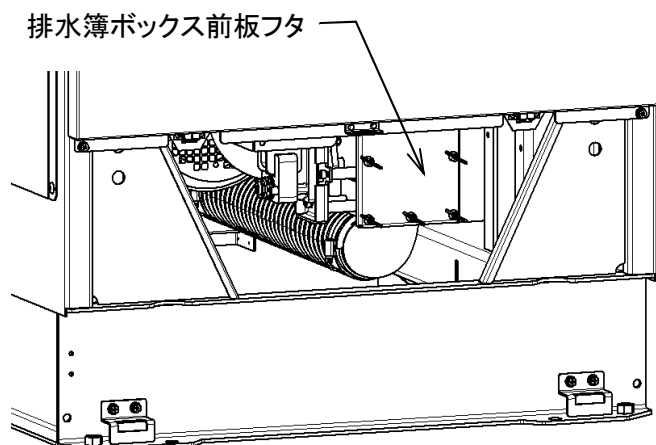

图 8-13
- ・ 前面下部カバーを外します。(図 8-13)
- ・ 前面に⑧排水ボックス前板フタが見えます。
- ・ ⑧排水ボックス前板フタを開けると排水ボックス内の排水しきれなかった水が出て来ます。排水ボックスの下にトレイなどを置き作業すること。
- ・ ⑩蝶ナットを緩め、⑧排水ボックス前板フタと⑨排水ボックス前板パッキンを外します。
- ・ 排水ボックス内のゴミを取り除き、⑤排水弁ゴム板の表面に付着物がある場合は拭取ります。
- ・ ⑤排水弁ゴム板にひび割れや損傷がないか確認します。